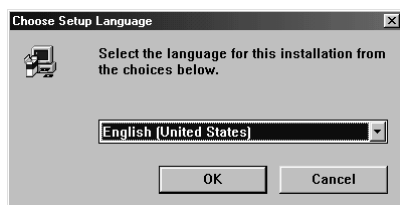

Figura 31: installazione di PhotoExpress 2.0
2. Il CD-ROM si avvia automaticamente. Sullo schermo appare la finestra riportata in Figura 31. Passare al punto 5. Nel caso in cui il CD non dovesse avviarsi, avviarlo manualmente.
4. Digitare la riga di comando [D:\SETUP.EXE] e fare clic su 'OK' per avviare il programma. Viene visualizzata la finestra riportata in Figura 31.
5. Selezionare la lingua che si desidera usare durante l'installazione di Ulead Photo Express 2.0 e fare clic su 'OK' (vedere la Figura 31). Viene visualizzata la finestra di benvenuto.